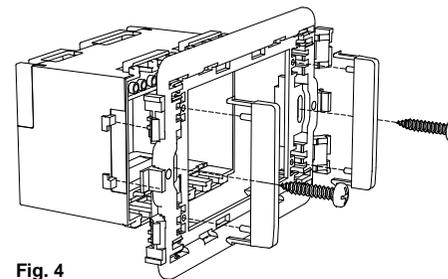

Fig. 4
3. Elegir el tipo de soporte a utilizar, y eventualmente adaptarlo al tipo de placa que se utilizará; ver párrafo 'Soporte placa'. Fijar el soporte al fondo del cronotermostato y fijarlo a la pared en caja de derivación de 3 módulos mediante los tornillos pertinentes en dotación. Aplicar la relativa placa de acabado (no provista) Fig. 4.